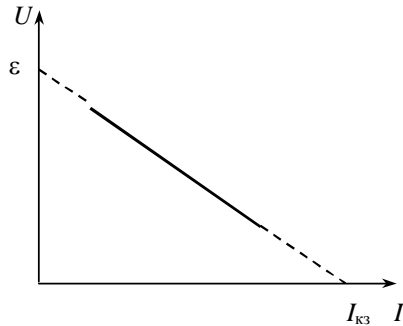

Рис. 2
Из формулы (2) видно, что зависимость U от I линейная (рис. 2), с увеличением тока напряжение падает. При разрыве цепи ($R = \infty$): $I = 0$, $U = \varepsilon$ – напряжение в разорванной внешней цепи. При коротком замыкании цепи ($R = 0$): $U = 0$, $I = I_{кз} = \varepsilon / r$ – ток короткого замыкания.